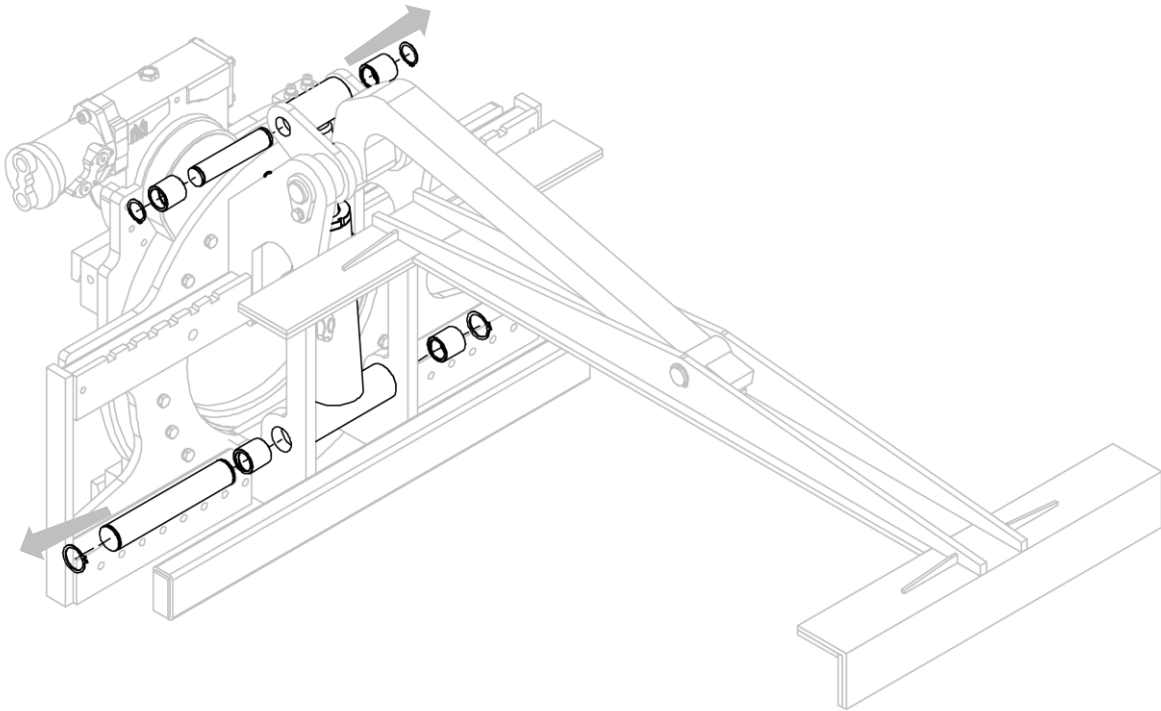

Figura 19
4. Prendere come riferimento la *Figura 19*.